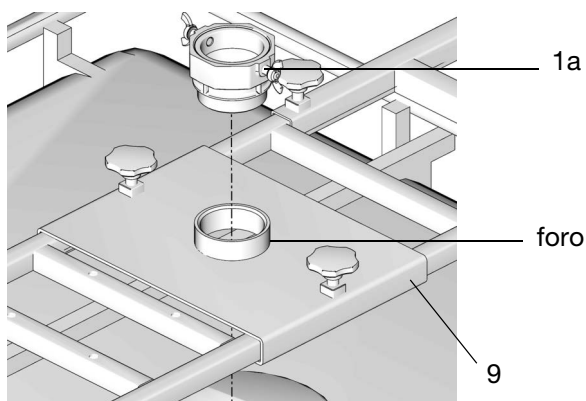

FIG. 10
1. Avvitare l'adattatore del fusto della pompa (1a) nel foro posizionato nella staffa superiore (9). Serrare saldamente a mano (FIG. 10).
2. Solo per i modelli NPT e BSPT, applicare frenafili sulle filettature del tubo/flessibile di aspirazione (3), quindi installare l'estremità del tubo/flessibile di aspirazione nell'alloggiamento di ingresso della pompa (1) (FIG. 10).